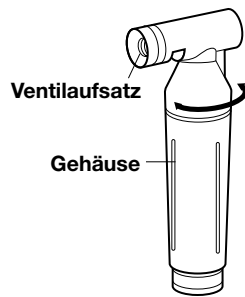

Abbildung 1. Teile der Air Rush-Pumpe
1. Entfernen Sie den Ventilaufsatz vom Pumpengehäuse (Abbildung 1).